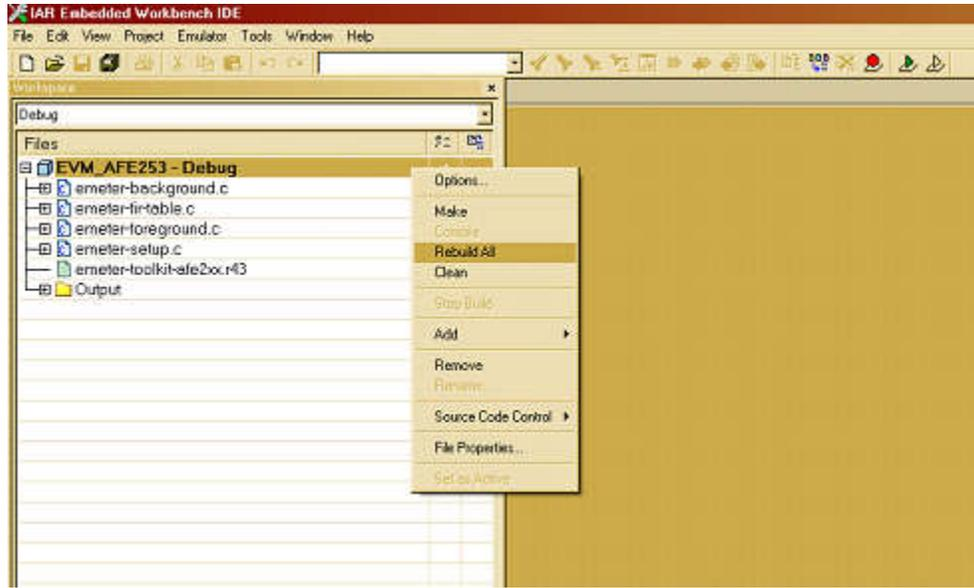

图 6-5. 在 IAR 中构建计量工程
2. 关闭现有的工作区并打开主工程 *EVM\_AFE253.ewp*，全部重建并将其加载到 MSP430AFE253 中 (参阅图 6-5)。